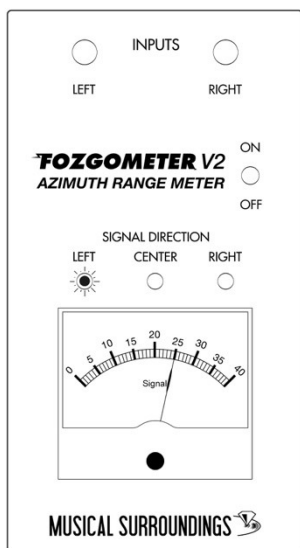
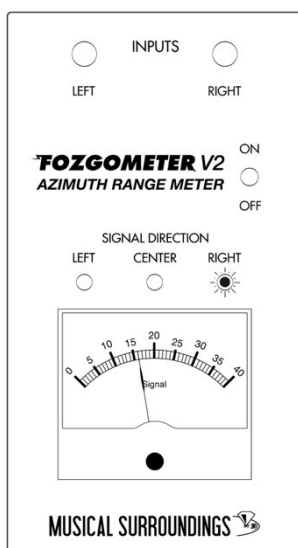

Fig.4, Gauche 25
Fig. 5, Droite 16
2. Jouez la piste 2 de la face A du disque test, et la led du canal Gauche va s'allumer (si c'est la droite qui s'allume, alors les canaux sont inversés et vous devez revoir votre branchement). Notez le chiffre pointé par l'aiguille (fig.4).
3. Jouez la piste 3 de la face A du disque test, et la led du canal Droit va s'allumer. Notez le chiffre pointé par l'aiguille (fig 5).
Si la mesure du canal droit est inférieure au canal gauche (voir fig. 4 & fig. 5), il sera nécessaire de faire pivoter votre porte-cellule dans le sens anti-horaire, lorsque vous regardez votre bras de face.